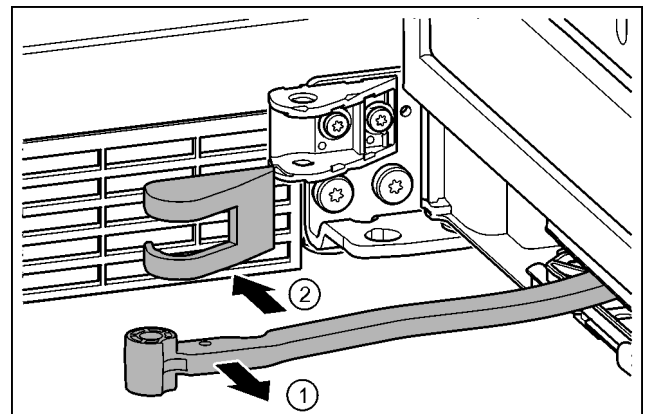

Fig. 18
- ▶ Scharnier in de richting van de deur draaien. Fig. 18 (1)
- ▶ Afdekking van de lagerbus verwijderen. Fig. 18 (2)